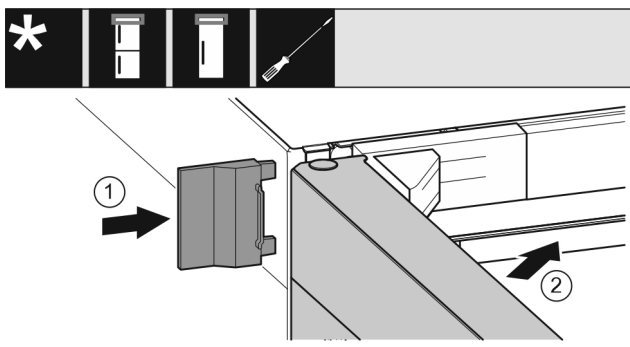

Fig. 28
- Skjut på det yttre skyddet Fig. 28 (1).
- Stäng den övre dörren Fig. 28 (2).